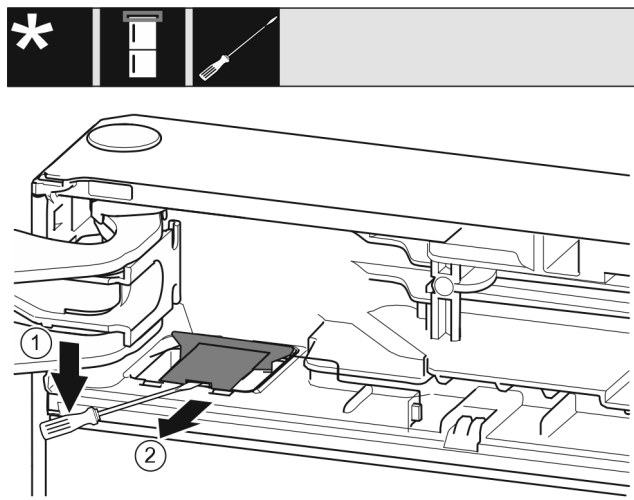

Fig. 9
- ▶ Disinnestare il coperchio con un cacciavite a testa a intaglio e sollevarlo. Fig. 9 (1)
- ▶ Estrarre la copertura. Fig. 9 (2)